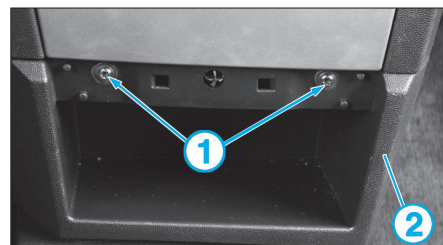

FIG. 7
- les 2 vis de fixation (1) du vide-poche central (2) de la planche de bord (Fig.7).